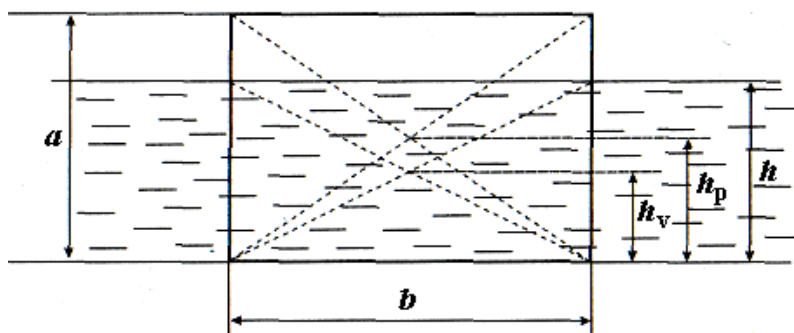

Рис. 8
14. Определить остойчивость деревянного бруса, плавающего в море (рис. 8). Размеры бруса: длина $\ell = 6$ м; ширина $b = 0,3$ м; высота $a = 0,2$ м. Плотность дерева $\rho = 750 \text{ кг/м}^3$; плотность морской воды $\rho = 1025 \text{ кг/м}^3$